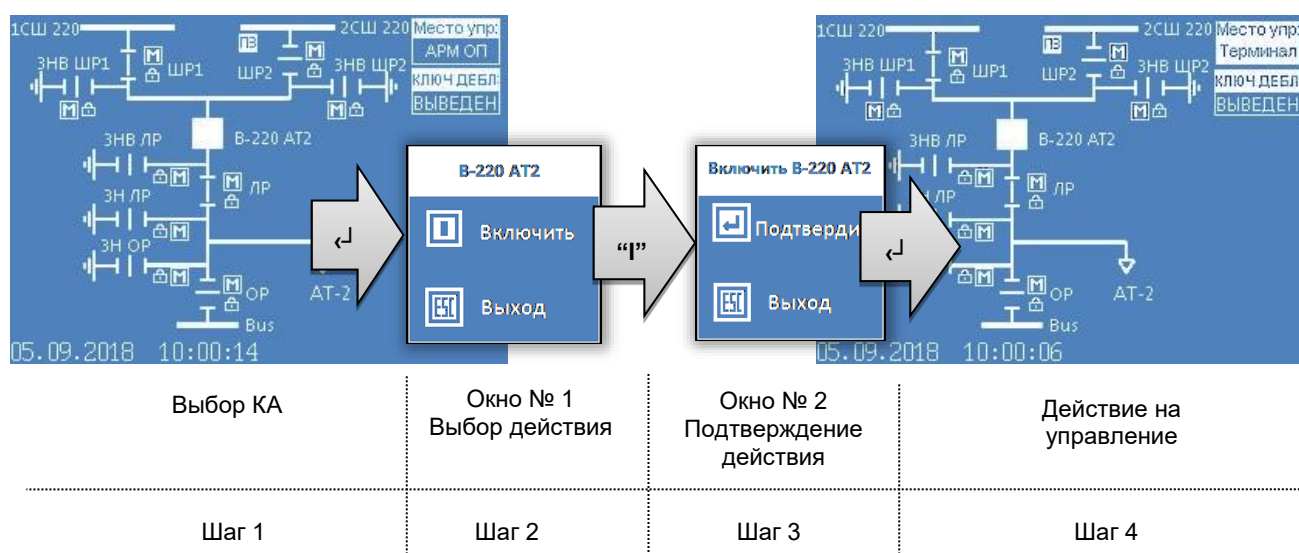

Рисунок 33 – Пример управления выключателем
2.3.5.8.4 Порядок действий оператора (см. рисунок 33):